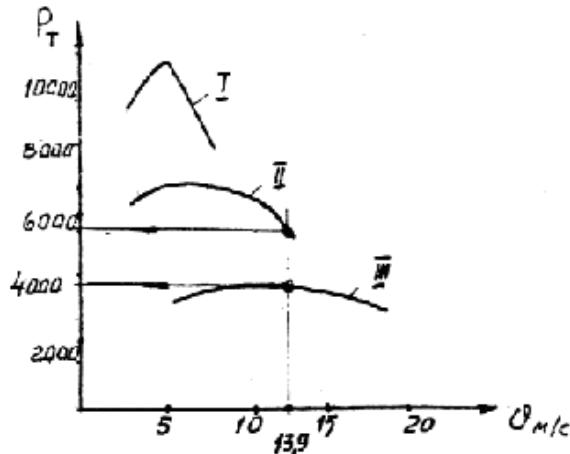

Рисунок 3.4. Тяговая характеристика автомобиля
3.9. Определите, на какой передаче автомобиль может двигаться с разгоном, а также значение ускорения, если он движется со скоростью 50 км/ч по асфальтобетонной дороге ($f = 0,012$), имеющей подъем 1,5°. Напишите уравнение тягового баланса для данных условий движения при этом воспользуйтесь тяговой характеристикой (рисунок 3.4.), если известно: габаритная высота автомобиля $H = 2,2 \text{ м}$; ширина колеи передних колес $B = 1,6 \text{ м}$; коэффициент сопротивления воздуха $k_w = 0,687 \text{ Н}\cdot\text{с}^2/\text{м}^4$; полный вес автомобиля $G_a = 72520 \text{ Н}$.
Дано: $i_{k1} = 6,48$; $i_{k2} = 3,09$; $i_{k3} = 1,0$; $f = 0,012$; $\alpha = 30^\circ$; $V = 50 \text{ км}/\text{ч}$; $B = 1,6 \text{ м}$; $k = 0,687 \text{ Н}\cdot\text{с}^2/\text{м}^4$; $G_a = 72520 \text{ Н}$; $H = 2,2 \text{ м}$. (см. рисунок 3.4.)